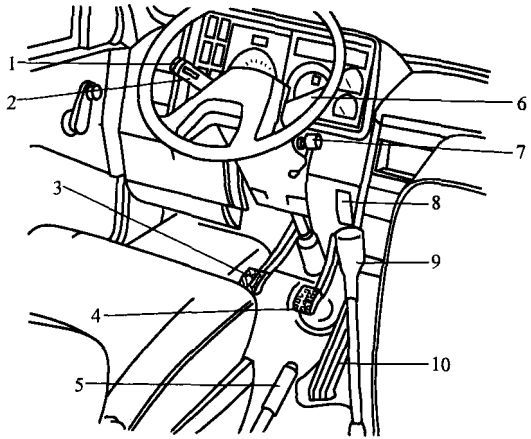

图 1-1 操纵杆与踏板位置
各操纵机构位置如图 1-1 所示。由于依维柯汽车型号较多，图 1-1 所示操纵位置仅供参考。
3. 组合开关 (参阅图 1-1)
主要操纵杆和踏板见图 1-1。